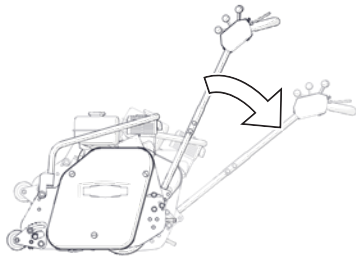

Abb. 8C – Maschine vorsichtig nach hinten kippen
4. Die Maschine vorsichtig nach hinten kippen, so dass sie auf der hinteren Walze und dem Führungsholm aufliegt (Abb. 8C).